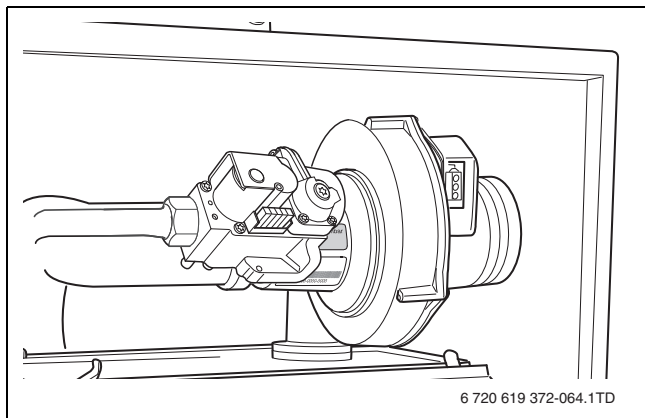

Bild 67 Aufkleber Gasart kontrollieren
- Überprüfen, ob die tatsächliche Gasart, mit der auf dem Aufkleber „Gasart“ (→ Bild 67) identisch ist.